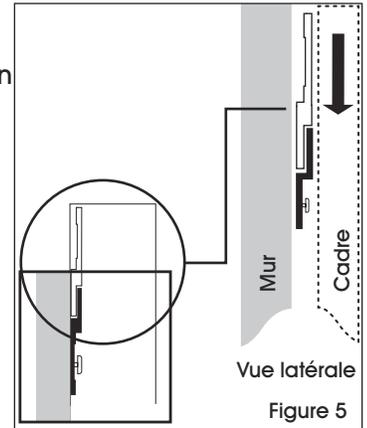

Figure 5
5. Abaisser le tableau sur le dessus des supports de suspension de façon à ce que les supports intégrés dans le cadre supérieur du tableau s'engagent. (Voir Figure 5)